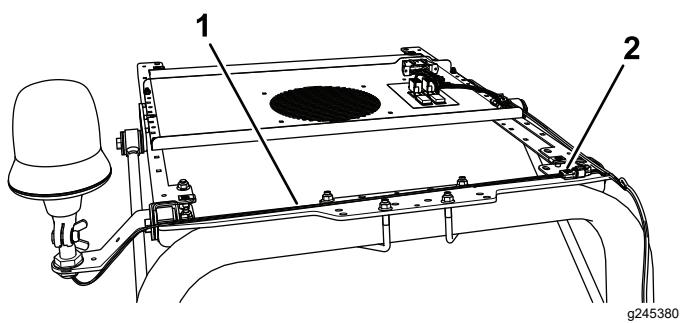

Figura 10
7. Enchufe el conector del arnés de la baliza en el conector del arnés del panel de interruptores (Figura 10).
8. Enrute el arnés de la baliza como se muestra en la Figura 10, y sujetelo con bridales.